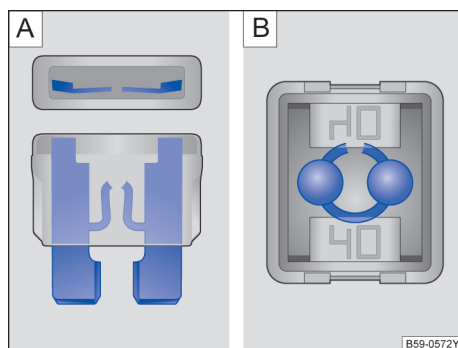

图 134 烧断的保险丝：A 扁平插入式保险丝，B 方块型保险丝
- 烧断的扁平插入式保险丝 (ATO®、MINI®) 可从上面和侧面透过透明外壳通过熔断的金属条来识别 → 图 134 A。
- 对于烧断的方块型保险丝（JCASE®），烧断的金属条可从上面透过透明的外壳来识别→图 134 [B]。